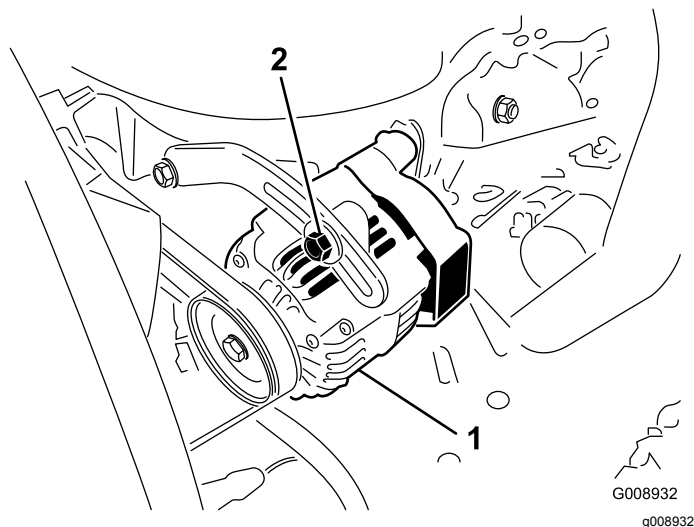

Figura 105
Compruebe la condición y la tensión de las correas (Figura 105) cada 100 horas de operación.
3. Si la desviación no es de 10 mm, afloje los pernos de montaje del alternador (Figura 105).